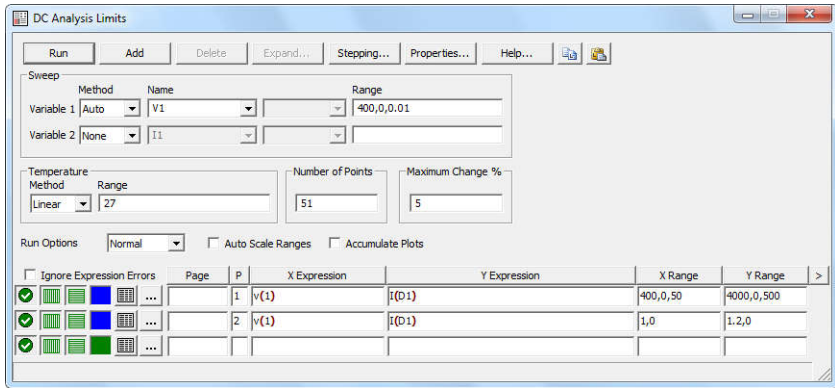

Рис. 6.2. Окно расчета режима по постоянному току
2.3. Запустите расчет режима по постоянному току, выбрав **Analysis**→**DC...** (Alt+3). Выставьте параметры расчета режима по постоянному току как указано на рис. 6.2. Запустите расчет, нажав кнопку **Run** (рис. 6.2). Зарисуйте полученную характеристику.